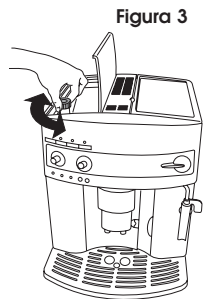

Figura 3
2. Si al hacer el primer espresso/café nota que el café sale demasiado deprisa o demasiado despacio (a gotas), deberá regular el grosor de molido utilizando el selector (Figura 3) que se encuentra dentro del contenedor de café en grano.